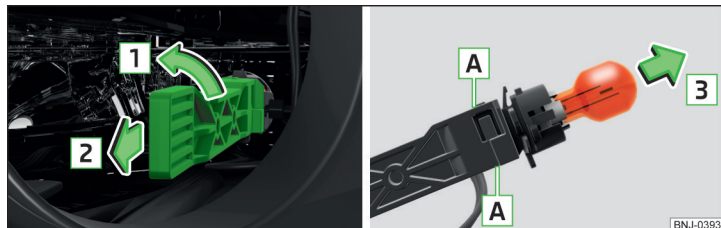

Fig. 289 Sostituzione della lampadina per indicatore di direzione anteriore
- » Ruotare il portalampada con la lampadina in direzione della freccia **1** » **fig. 289.**